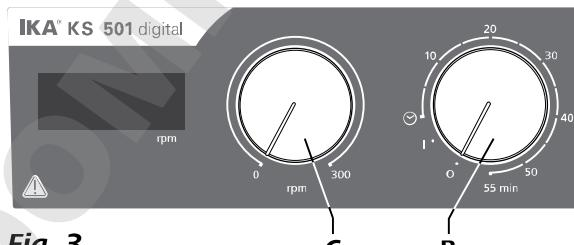

Fig. 3
- ⇒ K zapnutí zařízení otočte otočným ovladačem „**Zapnout/vypnout**“ a „**Časovač**“ (**B**, viz Fig. 3) ve směru hodinových ručiček do polohy „**1**“.
- ⇒ Nastavte otáčky motoru pomocí regulačního ovladače „**Otáčky**“ (**C**, viz Fig. 3). Otáčky motoru lze nastavit v rozsahu od 0 do 300 rpm.